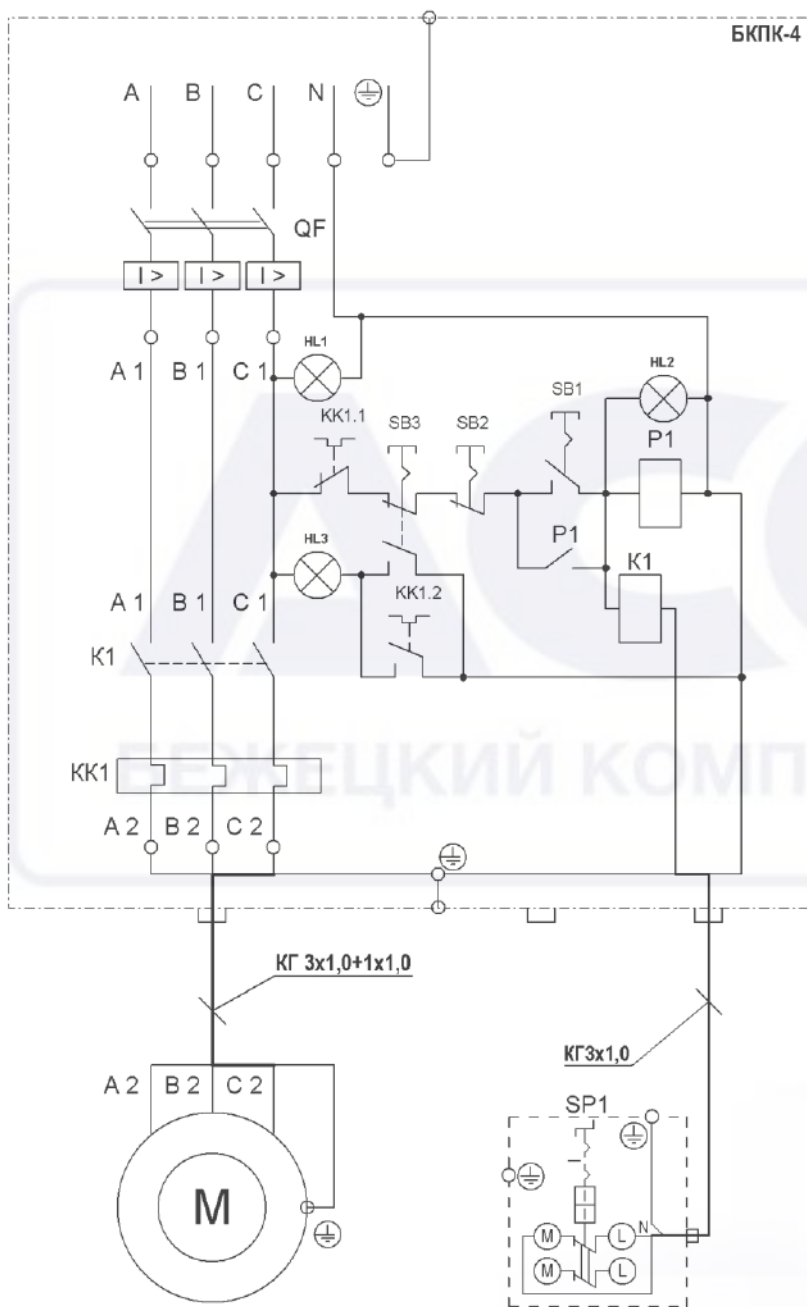
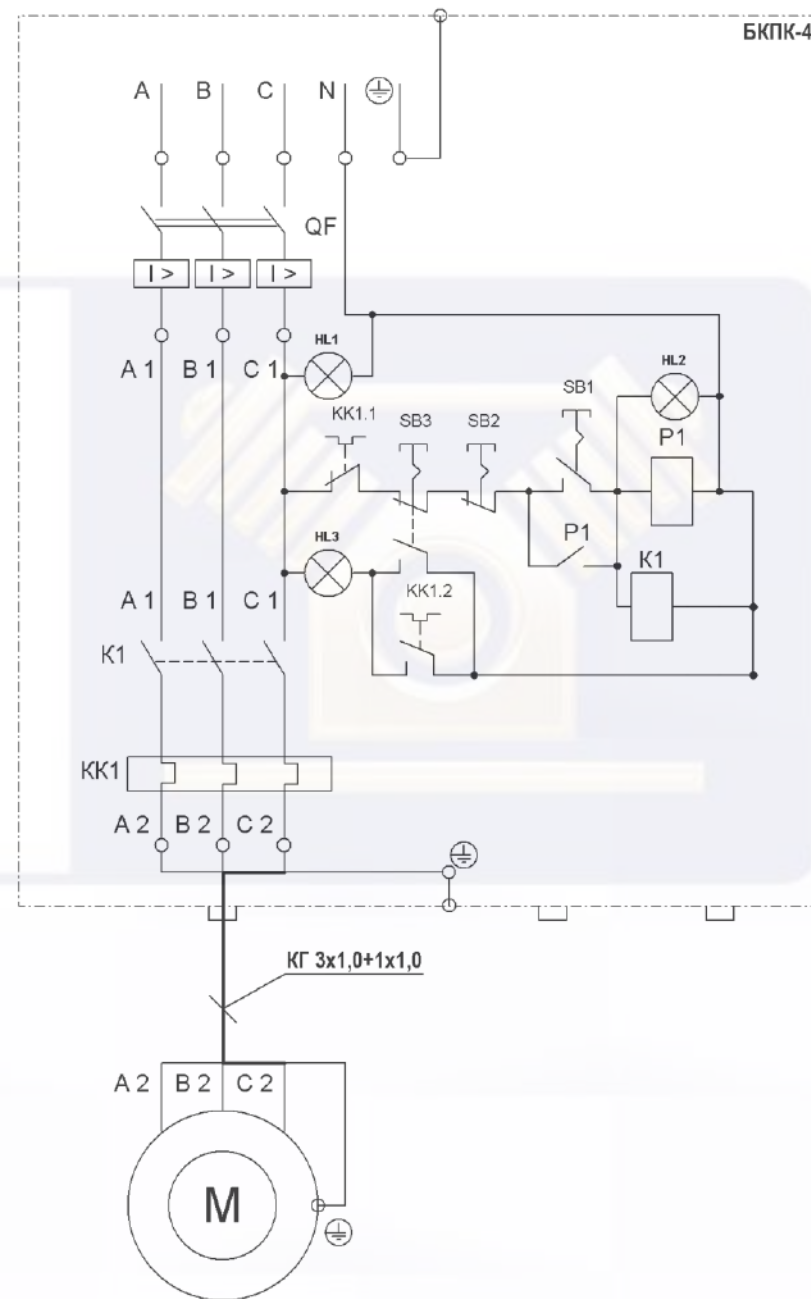

Рисунок 4 – Схема электрическая принципиальная и соединений компрессорной установки К-25М.
Рисунок 3 – Схема электрическая принципиальная и соединений компрессорной установки К-24М.
6.8 Разводку подводящих проводов производите в соответствии «Правил технической эксплуатации электроустановок потребителем», согласно схеме электрической принципиальной и соединений компрессорной установки К-24М (рис.3) и схеме электрической принципиальной и соединений компрессорной установки К-25М (рис.4).